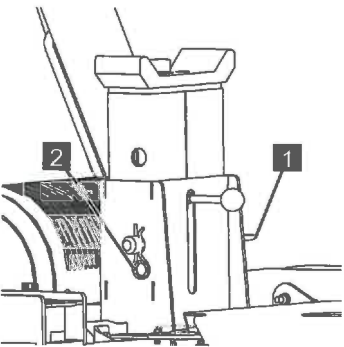

Abb. 114
7. Den Befestigungsbolzen (Abb.114/1) einschieben und mit dem Federsplint (Abb.114/2) sichern.